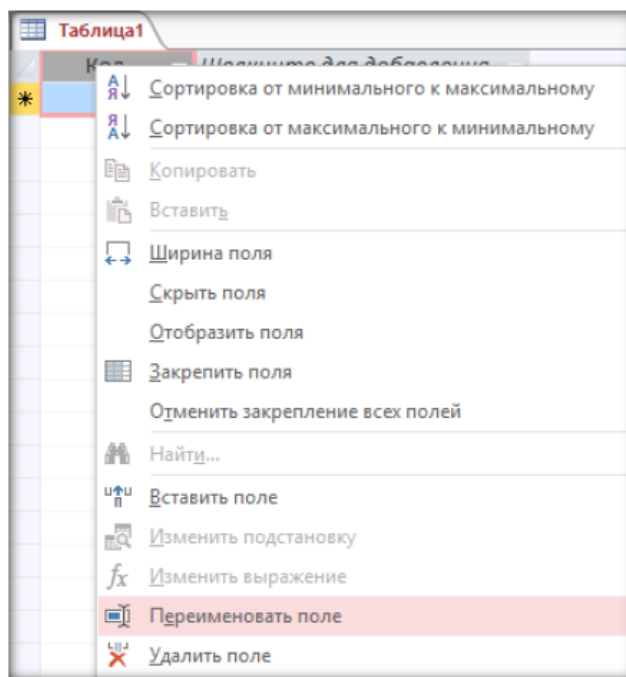

Рис.2 – режим таблицы
- В появившемся окне базы данных будет уже открыт «Режим таблицы» (рис.2).